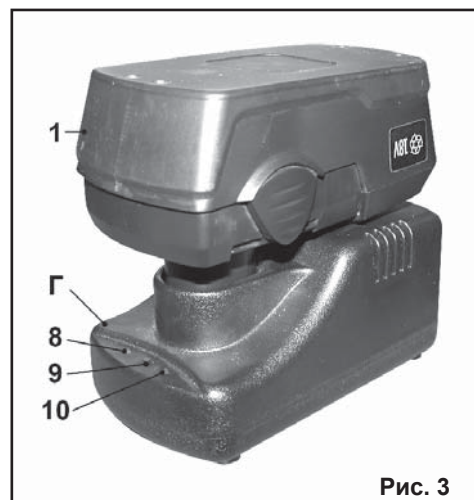

Рис. 3
7.4. Зарядка аккумулятора с помощью зарядного устройства (Рис.3).